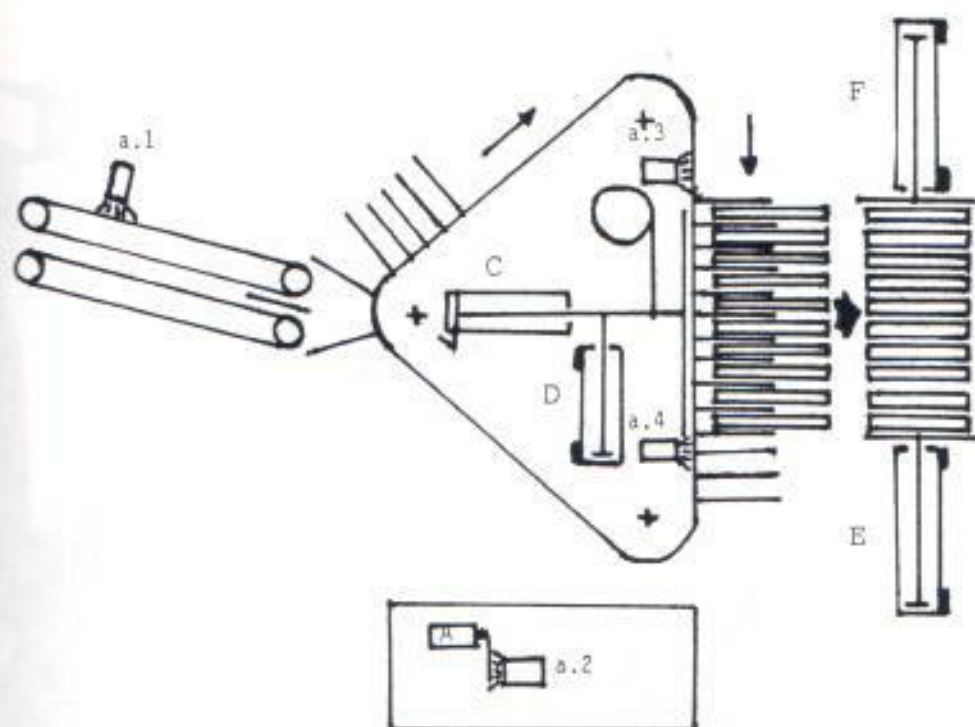

FIGURA 2.1
La sincronización entre la máquina principal y la unidad Agrupadora es controlada por la fotocelda a.1 ubicada en la banda de expulsión de la máquina principal (ver figura 2.1). Cuando la máquina principal rechaza un pañal, esta fotocelda lee la ausencia del pañal y transmite una señal al embrague de una revolución (A) (montada en la entrada de la transmisión del Agrupador) el cual desengancha el movimiento de la cadena y espera el próximo pañal. Esta fotocelda garantiza una situación de placa siempre completa de pañales.
Los trinchas del cilindro también tienen un movimiento vertical (cuando inician su salida hacia afuera) el cual está en fase con el movimiento de la cadena. El sensor a.2 montado en el embrague A da una señal para que comience el ciclo (ver figura 2.1).